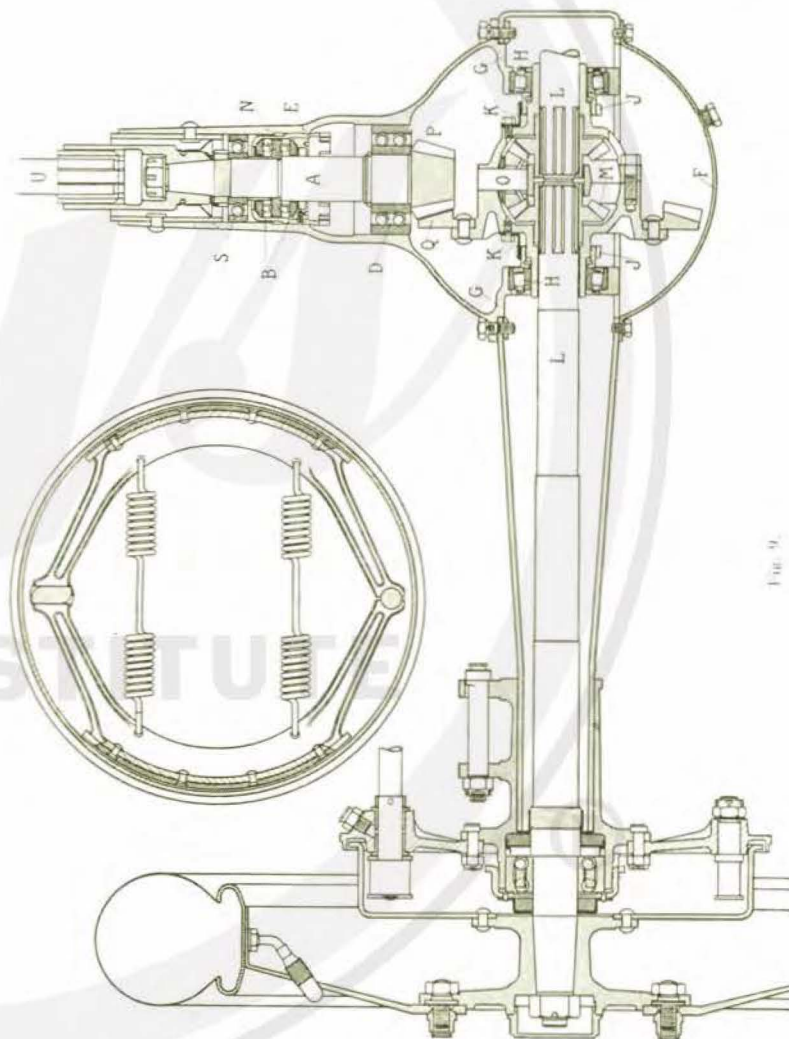

Fig. 9.
La figure 9 permet de se rendre compte du détail du mécanisme. Le mouvement vient de la boîte des vitesses par l'arbre A qui porte à son extrémité le pignon P qui engrène avec la couronne Q montée sur la coquille du différentiel.
**Freins sur roues.** — Chaque roue arrière porte un frein circulaire dont les deux mâchoires fonctionnent de la même manière que celles du frein sur mécanisme. Elles agissent sur un tambour porté par le moyeu de la roue (fig. 9). Leur commande a lieu par le levier à main placé sur la boîte de vitesses à côté du levier de changement de vitesses, à gauche du conducteur. Le réglage des freins sur roues s'opère au moyen des émerillons des petites tiges et des chapes des grandes, situées vers la traverse. Pour y arriver,
Visiter le pont AR (voir page 19, fig. 9).